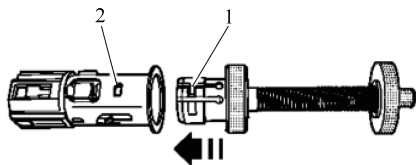

图 13-2-2 拆卸点烟器
- ① 从插头上拆卸点烟器。
- ② 沿箭头方向将拉拔器推入到插头，使得卡子 1 啮合到缺口 2 中，如图 13-2-2 所示。
- ③ 使用拉拔器将插头从卡环中拉出。
- ④ 拔下插头的插头。
- ⑤ 沿(箭头 B)方向按下芯棒 1 松开拉拔器锁扣，然后沿箭头 A 方向向左短暂转